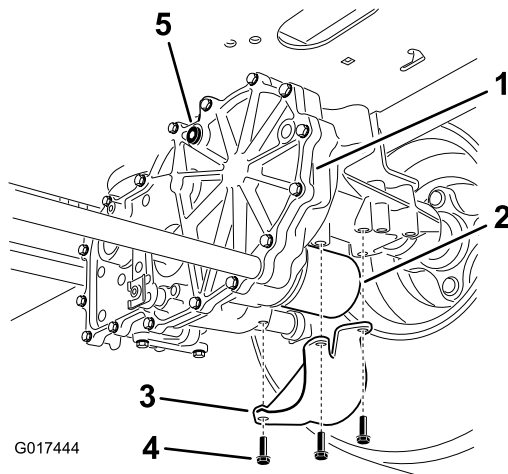

Figure 72
4. Trouvez le filtre et les protections sur chaque transmission de la boîte-pont (Figure 72).
5. Retirez les 3 vis de fixation de la protection et enlevez la protection (Figure 72).